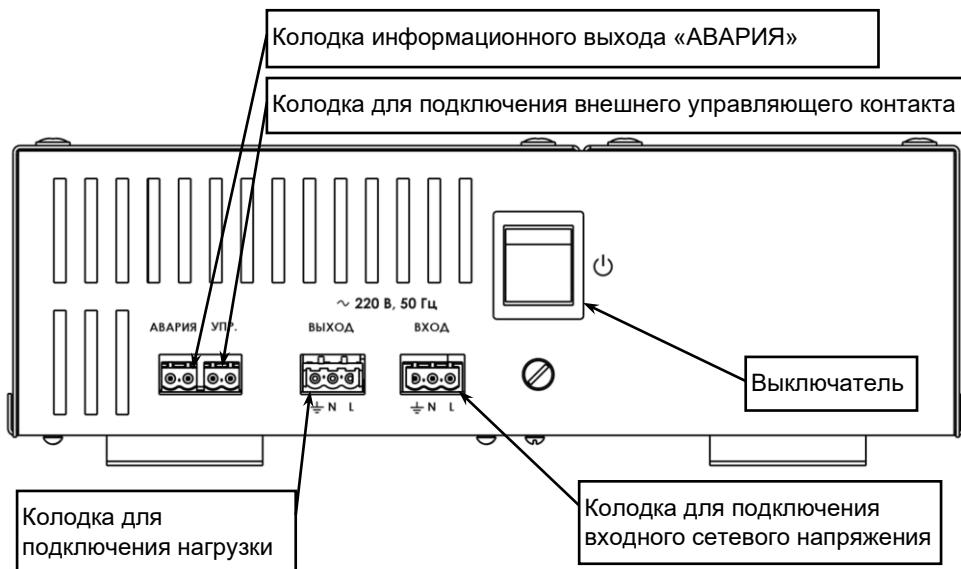
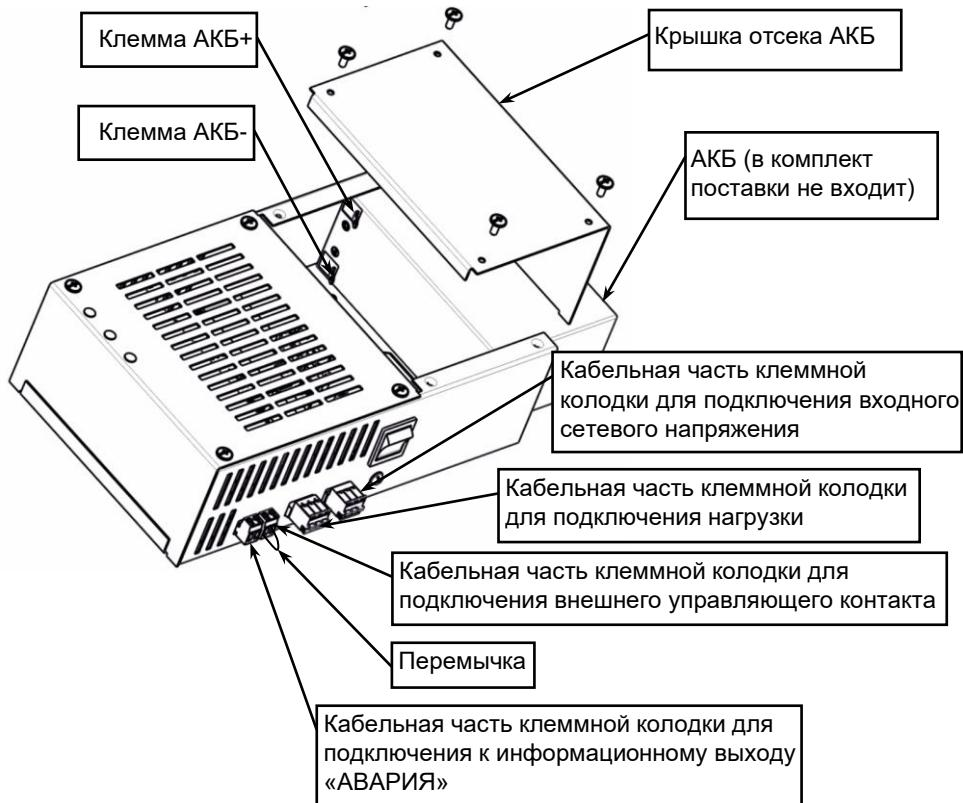

Рисунок 2 — Вид изделия со стороны подключения
Рисунок 3 — Расположение АКБ и кабельных частей колодок
**Включение изделия** осуществляется выключателем ⏪ (см. рисунок 2). Клеммы колодки «УПРАВЛЕНИЕ» должны быть замкнуты внешним управляющим контактом или перемычкой (см. рисунок 3). После включения изделие в течение 20 секунд тестирует состояние входного сетевого напряжения, индикатор «РЕЗЕРВ» светится. Если уровень сетевого напряжения находится в допустимом диапазоне, изделие подключает нагрузку к источнику сетевого напряжения, индикатор «РЕЗЕРВ» гаснет, индикатор «ОСНОВНОЙ» включается. В противном случае изделие питает нагрузку от АКБ (режим «РЕЗЕРВ»).
- открыть корпус изделия, сняв крышку и разместить в нем АКБ (см. рисунок 3);
- подсоединить к кабельной части разъемной колодки «УПР» провода для подключения внешнего управляющего контакта или проводную перемычку (см. рисунок 3);
- подсоединить к кабельной части разъемной колодки «АВАРИЯ» провода для подключения к информационному выходу изделия (см. рисунок 3);
- Включить изделие выключателем (см. рисунок 2).